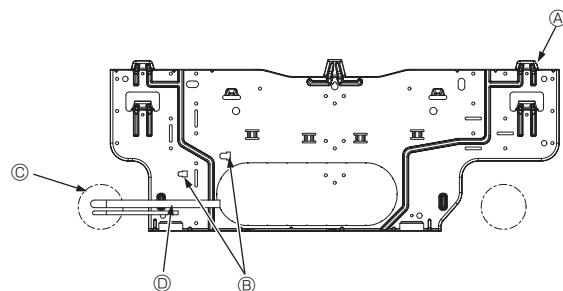

Fig. 3-5
- Ⓓ Befestigungsschrauben (4 × 25) ②
- Ⓕ Montageplatte ①
3.3. Wenn Rohre in der Wand verlegt werden (Fig. 3-5)
- Ⓐ Montageplatte ①